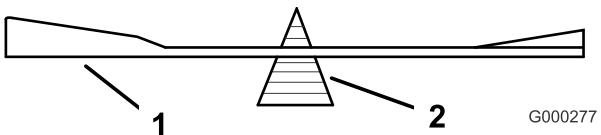

Figure 64
2. Vérifiez l'équilibre de la lame en la plaçant sur un équilibrEUR (Figure 64). Si la lame reste horizontale, elle est équilibrée et peut être utilisée. Si la lame est déséquilibrée, limez un peu l'extrémité de la partie relevée seulement (Figure 64). Répétez la procédure jusqu'à ce que la lame soit équilibrée.